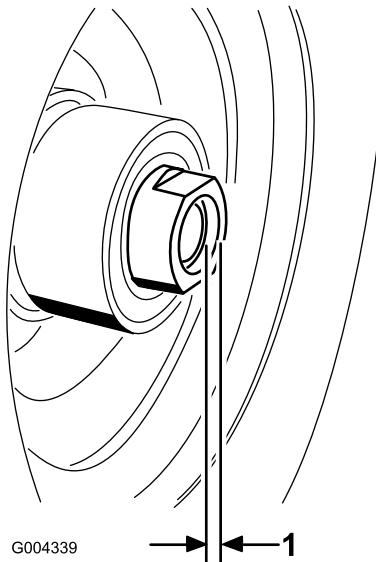

Figura 27
11. Se sono stati tolti entrambi i dadi distanziali dall'asse, applicate l'adesivo bloccafiletto al dado distanziale. Inserite i dadi distanziali nell'asse lasciando 3mm di dado fuoriuscire dall'asse (Figura 27).
16. Ruotate il dado distanziale di 8-9 Nm, quindi allentatelo e ruotate di 2-3 Nm. Assicuratevi che l'asse non protenda oltre uno dei dadi (Figura 27).